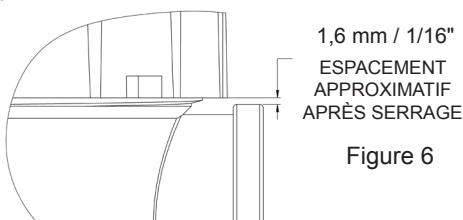

Figure 6
- Revisser la bague du compteur en la serrant à la main. Lorsque le serrage est correct, il doit y avoir un espace de 1,6 mm / 1/16" environ entre le dessous de la bague et le bossage du raccord de sortie (voir figure 6).